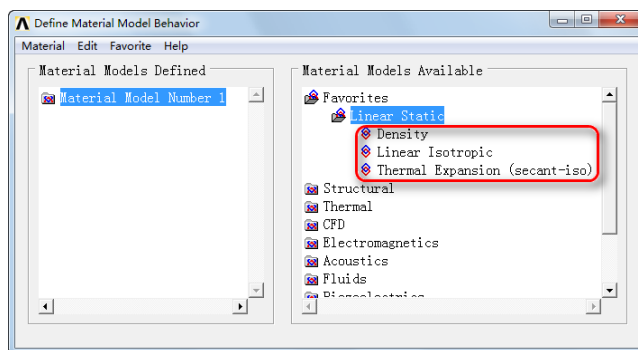

图 13-12 “Define Material Model Behavior” 对话框
④定义材料性质: Main Menu > Preprocessor > Material Props > Material Models, 弹出“Define Material Model Behavior”对话框, 如图 13-12 所示。